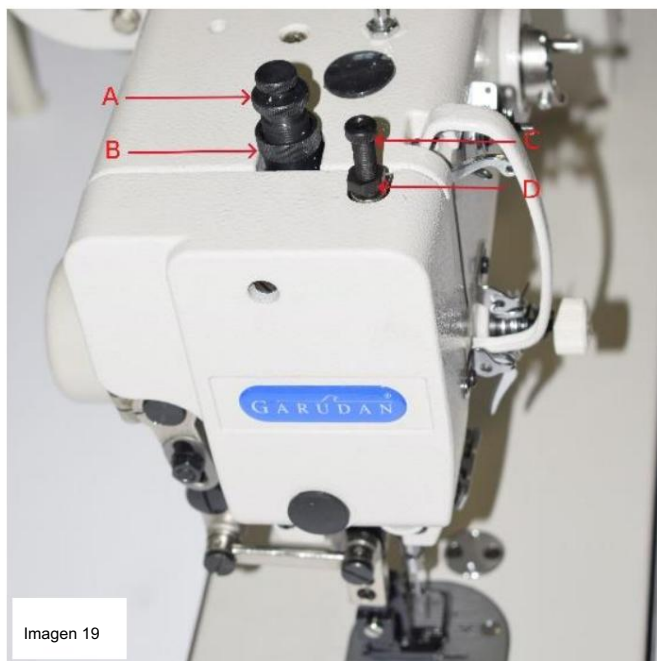

Imagen 19
- La presión del prensatelas interior se ajusta con un tornillo (A) apretado con una tuerca (B), como se muestra en la imagen 19. Cuanto más fino sea el material, menor debe ser la presión. Al apretar el tornillo, la presión aumenta; al aflojarlo, la presión disminuye.
- La presión del prensatelas exterior se ajusta en función del material a coser mediante el tornillo (C) apretado con una tuerca (D). Cuanto más fino sea el material, menor debe ser la presión. Al apretarlo, la presión aumenta; al aflojarlo, la presión disminuye.